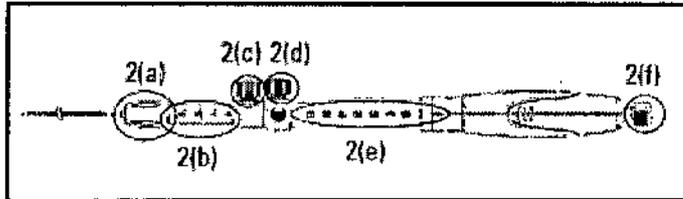

Figura 2.
2. Compruebe que la aguja esté totalmente retraída y que el bloqueo de ajuste de la aguja (figura 2(d)) esté fijado en la posición cero (figura 2(e)).
3. Determine la longitud de la vaina adecuada en relación con la longitud del ecoendoscopio. Utilice el bloqueo de ajuste de la vaina (figura 2(c)) para establecer la longitud deseada de la vaina y fijarla en su posición. Gire el bloqueo de ajuste de la vaina en el sentido de las agujas del reloj para fijar la vaina en su posición. La punta distal de la vaina debe ser visible en la imagen endoscópica.
Nota: Los números de referencia y las marcas en el indicador de ajuste de la vaina (figura 2(b)) sólo se muestran como referencia.
6. Siga haciendo avanzar el dispositivo hasta que salga del ecoendoscopio y la vaina se pueda ver en la imagen endoscópica. Apriete la conexión luer (figura 2(a)) girándola en el sentido de las agujas del reloj para conectar el dispositivo al puerto del canal de trabajo del ecoendoscopio.
Nota: Si es necesario ajustar la longitud de la vaina, afloje el bloqueo de ajuste de la vaina (figura 2(c)) y vuelva a colocarlo con el punto de referencia adecuado.
8. Ajuste la profundidad de penetración de la aguja a la posición deseada mediante el bloqueo de ajuste de la aguja (figura 2(d)). Para controlar la profundidad de la penetración de la aguja en el objetivo, afloje el bloqueo de ajuste de la aguja girando el mando en el sentido contrario al de las agujas del reloj. Alinee el bloqueo de ajuste de la aguja con el número de referencia adecuado en el mango del dispositivo. Fíjelo girando el bloqueo de ajuste de la aguja en el sentido de las agujas del reloj.
Nota: Los números de referencia del indicador de profundidad de la aguja (figura 2(e)) sólo se muestran como referencia. Los números de referencia representan la extensión de la aguja (en centímetros) cuando el dispositivo está en posición recta.
10. Extraiga el estilete (figura 2(f)) del puerto de aspiración del dispositivo aflojando y tirando suavemente de éste para sacarlo del mango del dispositivo.
Nota: El estilete se puede enrollar y sujetar mediante el mecanismo de la tapa del estilete (figura 2(f)). El estilete debe guardarse para realizar introducciones adicionales de la aguja durante un mismo procedimiento.
12. Conecte la jeringa suministrada al puerto de aspiración (figura 2 (f)) del mango del dispositivo.